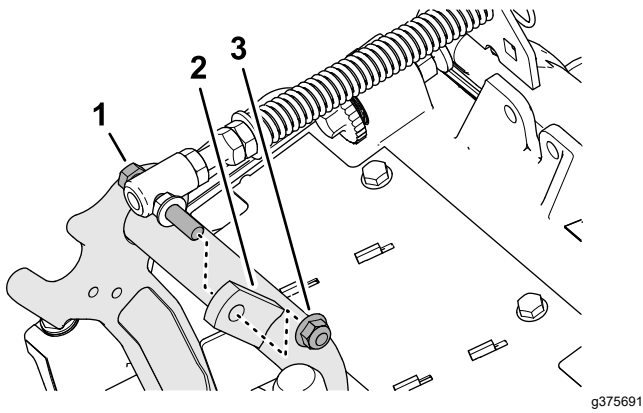

Bild 9
3. Entfernen Sie die Sicherungsbundmutter ($\frac{3}{8}$ "), mit der die Kopfschraube der Rasenkompensierungsfeder an der rechten Lasche des Trägerrahmens befestigt ist, und nehmen Sie die Kompensationsfeder vom Mähwerk ab (**Bild 9**).